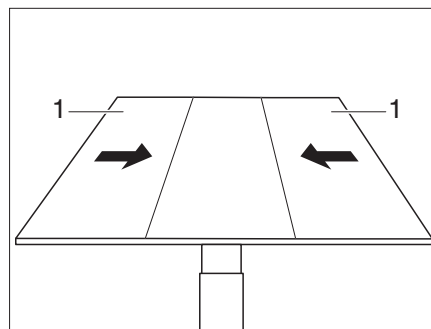

Fig. 101 Spostamento delle parti laterali sulla parte centrale
- Spingere le parti esterne (Fig. 101,1) del tavolo sulla parte centrale.